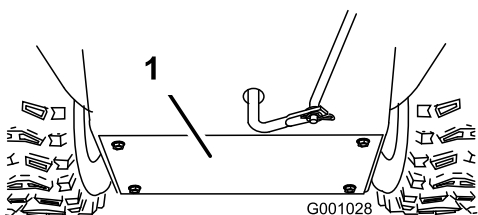

**Figura 41**
Ungeți anual arborele hexagonal cu ulei de motor auto (Figura 41).
**Important:** Nu permiteți uleiului să ajungă pe roata din cauciuc sau placa cu fricțiune din aluminiu, deoarece unitatea de tracțiune va patina (Figura 41).